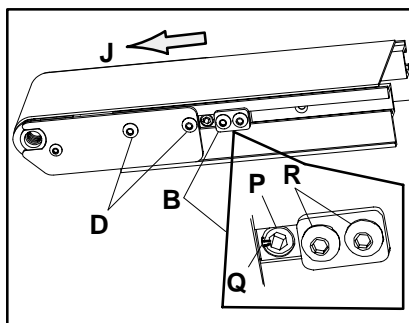

Abbildung 11
Richten Sie den Spurführungsnocken an der Führungsstange aus, und vergewissern Sie sich dabei, daß sich die Nut in der richtigen Position befindet (siehe Abbildung 11 auf Seite 7). Lesen Sie sich die Informationen im Abschnitt "Vorläufige Prüfung der Spurführung des Fördergurtes" durch, (Seite 7) bevor Sie den Gurtförderer in Betrieb nehmen.
Prüfen Sie an beiden Seiten des Gurtförderers, ob der Fördergurt korrekt läuft. Das Fördergurt sollte sich mittig zwischen den hinteren Platten an beiden Seiten des Gurtförderers bewegen. Die Spurführung sollte immer zuerst an der Abwurfseite des Gurtförderers eingestellt werden, die durch die Richtung des Spurführungspfeils dargestellt wird (J in Abbildung 11). Prüfen Sie die Spurführung anschließend an der gegenüberliegenden Seite (Zulauf) des Gurtförderers, und korrigieren Sie sie gegebenenfalls.
Schieben Sie die beiden Spurführungsnocken (B in Abbildung 11) des Fördergurtes so weit wie möglich in Richtung des Endes des Gurtförderers.
Der Spurführungsnocken (P in Abbildung 11) muß an der Kontaktstelle auf den niedrigsten Punkt eingestellt werden (siehe Abbildung). Der Schlitz (Q), im Spurführungsnocken des Fördergurtes zeigt den tiefsten Punkt an und sollte zum Ende des Gurtförderers zeigen.
**Die beiden Schrauben (D in Abbildung 11) der hinteren Deckplatte dürfen auf der Seite des Gurtförderers, auf die sich der Fördergurt zubewegt, nur gelockert werden.**
Benutzen Sie den 5 mm Sechskantschlüssel (M in Abbildung 10), um den Spurführungsnocken (P in Abbildung 11) des Fördergurtes bei laufendem Gurtförderer langsam zu drehen. Drehen Sie den Mitnehmer in kleinen Schritten in jede Richtung, um den Fördergurt von den Seiten des Gurtförderers fortzubewegen, bis der Fördergurt mittig auf dem Gurtförderer läuft. Lassen Sie den Fördergurt zwischen den einzelnen Einstellungen immer ein paar Umdrehungen laufen.